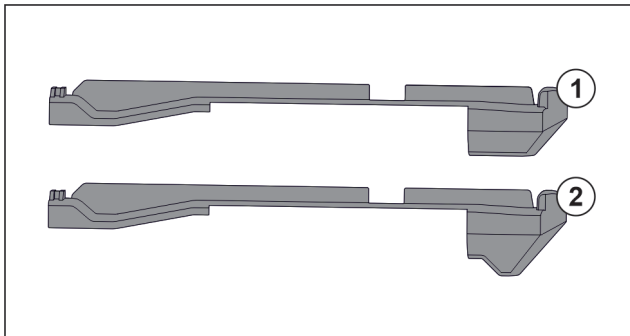

Fig. 108 Comparaison des éléments emboîtables
L'appareil comprend deux éléments emboîtables différents. L'élément emboîtable au-dessus du tiroir inférieur Fig. 108 (2) a un bord triangulaire. Tous les autres éléments emboîtables Fig. 108 (1) ont un bord droit.
- ▶ Poser l'élément emboîtable Fig. 108 (2) avec le bord triangulaire sur le tiroir inférieur.
- ▶ Poser l'élément emboîtable Fig. 108 (1) avec le bord droit à tous les autres endroits.